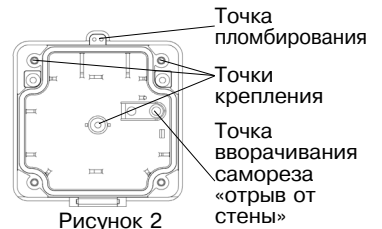

Рисунок 2
6. Конструкцией предусмотрена возможность пломбирования крышки извещателя (см. рисунок 2).